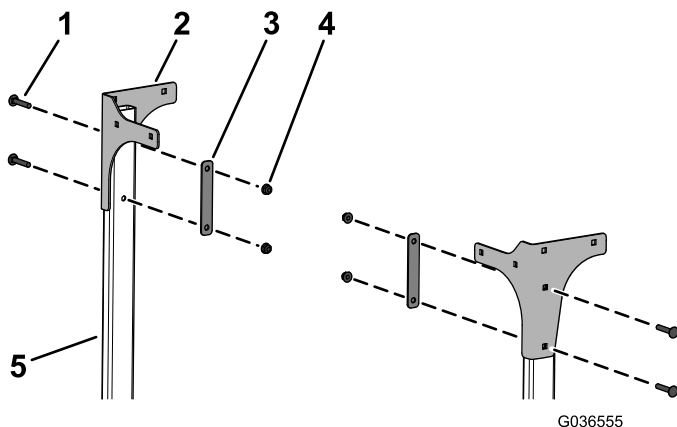

Figure 8
7. Fixez légèrement les plaques arrière gauche et droite aux tubes à l'aide de 4 boulons de carrosserie (5/16" x 1-3/4"), 2 plaques d'appui et 4 écrous à embase (5/16"), comme montré à la Figure 8.